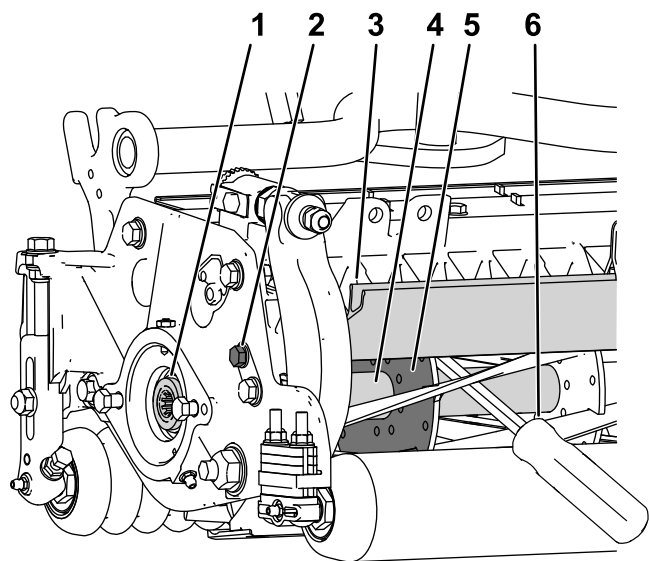

図 28
1. カuttingユニット左側のシールドボルトをゆるめて後シールドを上げる 図 28。
2. 長い柄のバール9 mm x 30 cm 程度のドライバータイプのもの。握りのついているものがよいを用意する。バールは、トルク作業を行う側に近い側で、リールの後ろから差し込むようにする 図 28。
3. リールサポートプレートの溶接されている側からバールを入れ 図 28、